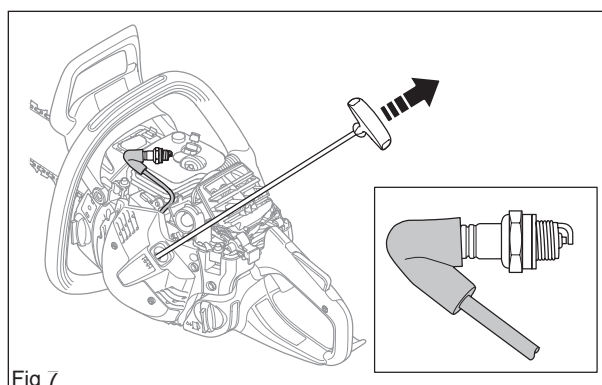

Fig 7
- Si une étincelle apparaît sur la bougie de test, le module d'allumage est en bon état (voir la figure 7).